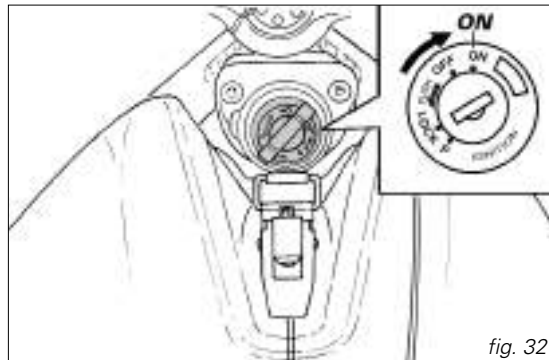

fig. 32
1) Spostare l'interruttore d'accensione sulla posizione **ON** (fig. 32). Verificare che la spia verde **N** e quella rossa sul  cruscotto risultino accese.